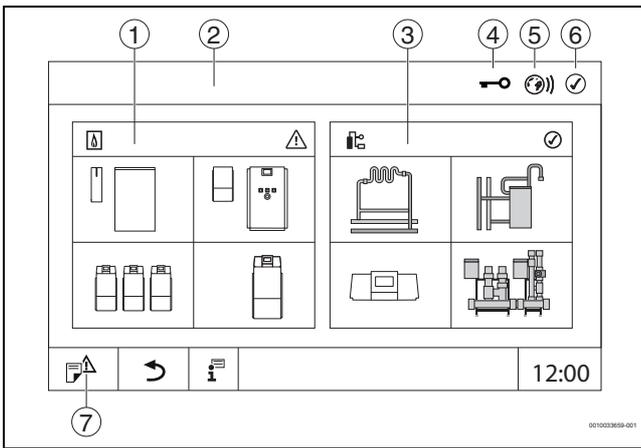

Рис. 3 Обзор системы (пример)
- Коснитесь **установка** (→ рис. 3, [3], стр. 7).